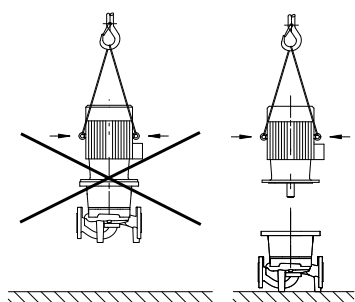

Fig. 6: Trasporto del motore
- Gli occhioni sul motore sono omologati solo per il trasporto del motore, non per quello dell'intera pompa (fig. 6).